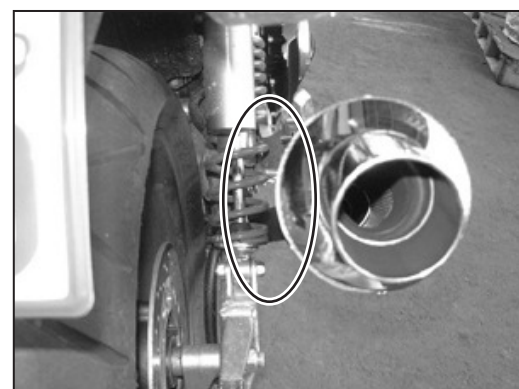

FIG. 7
8. サイレンサーとサスペンションが、干渉していないことを確認して下さい。干渉している場合は締め付けたボルト、ナットを緩め干渉しないように再調整し、規定トルクで締め付けて下さい。(FIG. 7参照)